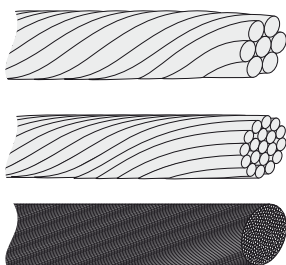

Figura 2.17 Cavo con conduttori diversi (dall'alto verso il basso): a corda rotonda, flessibili o flessibilissimi
5. Collegare i 3 cavi di alimentazione (L1, L2, L3) e il conduttore di terra di protezione (PE) alla morsettiere con i contrassegni rispettivi. Il conduttore di messa a terra di protezione (PE) è contrassegnato con il simbolo indicato in figura 2.17.